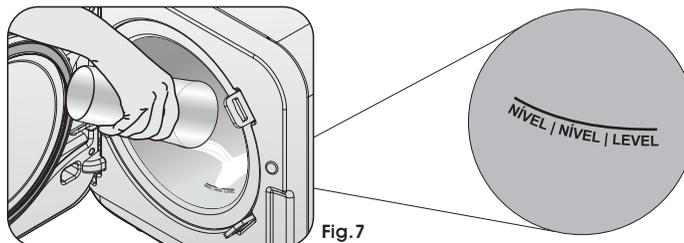

Fig.7
- Abra la puerta del autoclave, retire las bandejas y usando el vaso, coloque la cantidad correcta de **agua destilada** directamente en la cámara (recipiente de presión), **hasta que alcance la marca de nivel de agua antes** de cada ciclo de acuerdo con fig. 7: